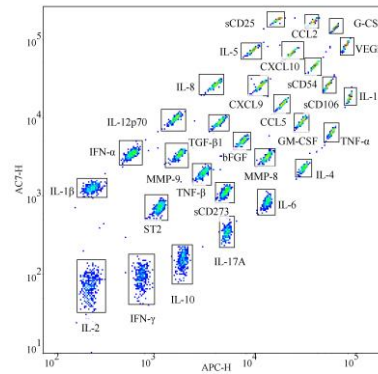

图 2
- 3) 建立 APC-H/APC-Cy7-H 散点图, 从 P1 门微球主团中识别出各编码, 并将细胞因子单因子粒子团分别用矩形门圈出, 如图 2 所示;